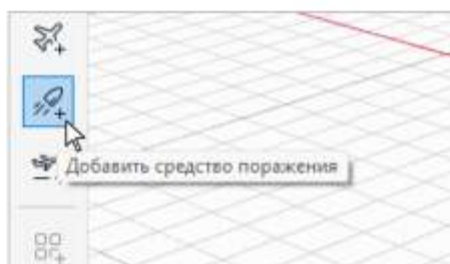

Рисунок 7.2.1
- на панели инструментов нажав кнопку ***Добавить средство поражения*** (см. Рис. 7.2.1);